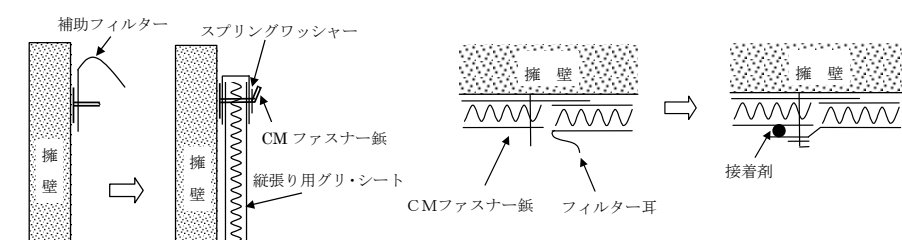

図 II-4 「グリ・シート」の天端部処理 図 II-5 「グリ・シート」の接続部の処理
- (1) CMファスナー紙の接着強度を確認した後、「グリ・シート」を墨出しに従い取付ける。(夏場3時間、冬場16時間程度経過後を目安とする。)
- (2) 補助フィルターを最上部、最下部のCMファスナーに取付ける。(図 II-4左)
- (3) 「グリ・シート」の取付けは、土砂側のフィルター耳が隣の「グリ・シート」を覆うようにしてCMファスナー紙に差し込み、スプリングワッシャーで押さえ込んだ後、ピン先を折り曲げて固定する。この時、隣り合う「グリ・シート」のフィルター耳を差し込んでからスプリングワッシャーで止める。
- (4) 左端又は右端のいずれか一方を基準にし、芯材を直接突合わせて順々に「グリ・シート」を取付けていく。
- (1) 「グリ・シート」の上下両端部から土砂等が流入しないように補助フィルターで覆い、ファスナーに差し込んでスプリングワッシャーで止める。下端は接着剤で処理する。(図 II-4)